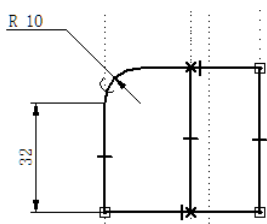

图 7.2.21 添加圆角（一）
(1) 在 **主页** 功能选项卡的 **绘图** 区域中选择  命令，系统弹出“圆角”工具条，在 **半径(R):** 文本框中输入数值 10，在绘图区捕捉两条直线，绘制图 7.2.21 所示的圆角。